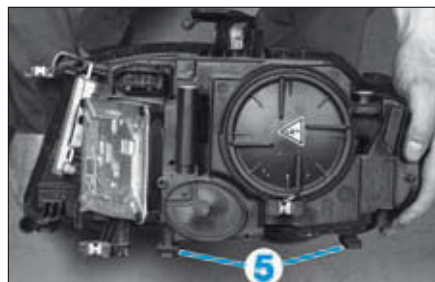

FIG. 51
- Faire pivoter le projecteur vers l'intérieur puis engager les pattes (5) dans les rails de guidage du support (Fig.51).